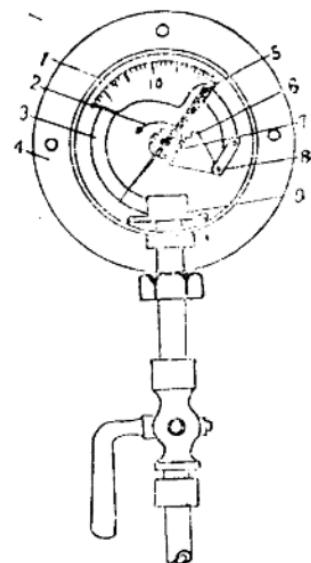

图 5 汽压表
(1) 汽压表的构造和作用：汽压表是一种精密的仪器。平常所用汽压表的构造(如图 5)，除表盒、表盘外，其主要机